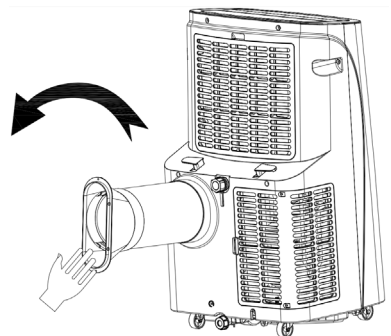

Abb. 1
1. Installation**1.1 Installation des Abluftschlauches wie in Abb. 1 gezeigt**
b) Setzen Sie die Abluftschlauch-Baugruppe (das Ende der Abluftverbindung) in den Lüftungsschlitz an der Rückseite des Gerätes ein (nach links drehen) und schließen Sie die Montage ab (wie in Abbildung 1 dargestellt).